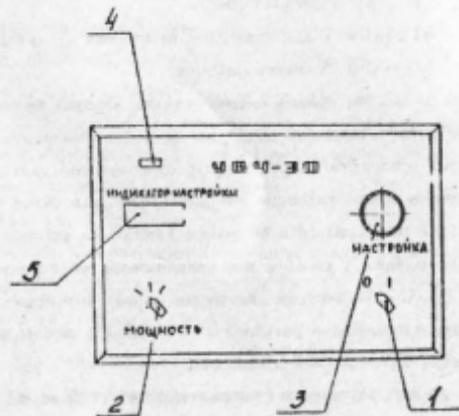

Рис. 3. Лицевая панель аппарата УВБ-30
4.3.4. На лицевой панели аппарата (рис. 3) расположены: